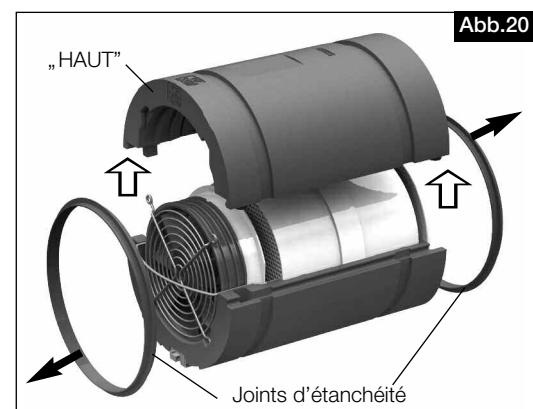

Abb.20
4. Retirer les joints d'étanchéité (fig. 20).
5. Retirer la coque EPP supérieure avec la désignation „HAUT” (fig. 20).